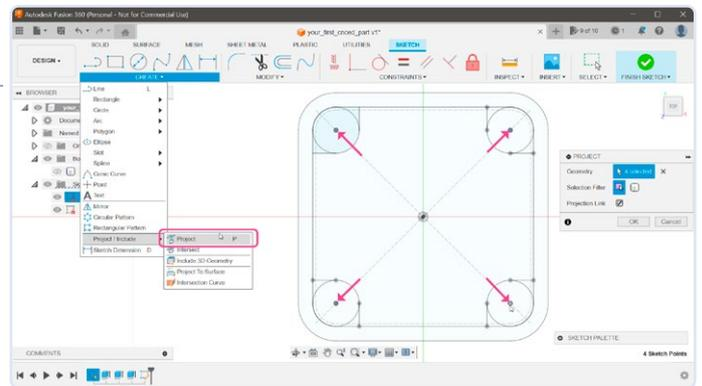

Bild 14. Wiederholen Sie den Vorgang für die anderen drei Ecken.
14) Um diese Punkte auf unseren neuen Sketch zu kopieren, wählen Sie *CREATE Project / Include Project* (Bild 14). Klicken Sie auf alle vier Punkte und bestätigen Sie mit *OK*. Wenn Sie die 3D-Ansicht drehen, schweben diese neuen Punkte über dem ursprünglichen Sketch.